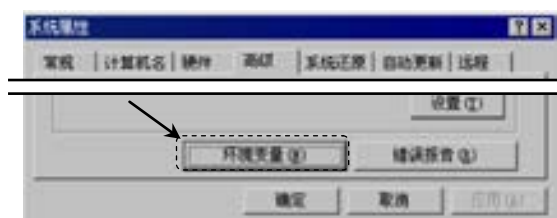

图 2.3.3 “系统属性”对话框
Step2. 在图 2.3.2 所示的控制面板中, 双击图标  **系统** 弹出图 2.3.3 所示的“系统属性”对话框。